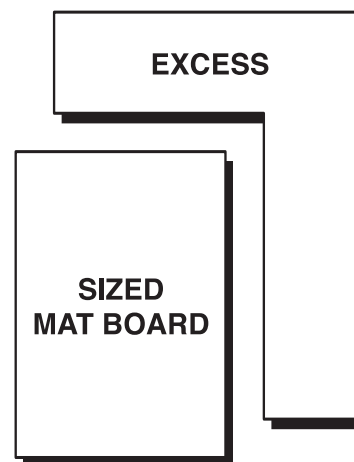

Fig.6
Étape 5 – À l'aide du couteau à passe-partout Logan et du couteau droit à passe-partout Logan 701, coupez le passe-partout le long des lignes tracées à l'étape 4. (Fig. 6)
Schritt 5 – Schneiden Sie mit dem Logan Mat Cutter und Logan 701 Straight Cutter den Passepartoutkarton auf den in Schritt 4 aufgezeichneten Linien. (Abb. 6)
Procedura 5 – con la taglierina per passepartout Logan e la taglierina per tagli diritti Logan 701, tagliare il cartoncino in corrispondenza delle righe tracciate nella procedura 4 (Fig. 6).
Paso 5: con el cortador de placas Logan y el cortador recto Logan 701, corte el panel por las líneas dibujadas en el paso 4. (Fig. 6)